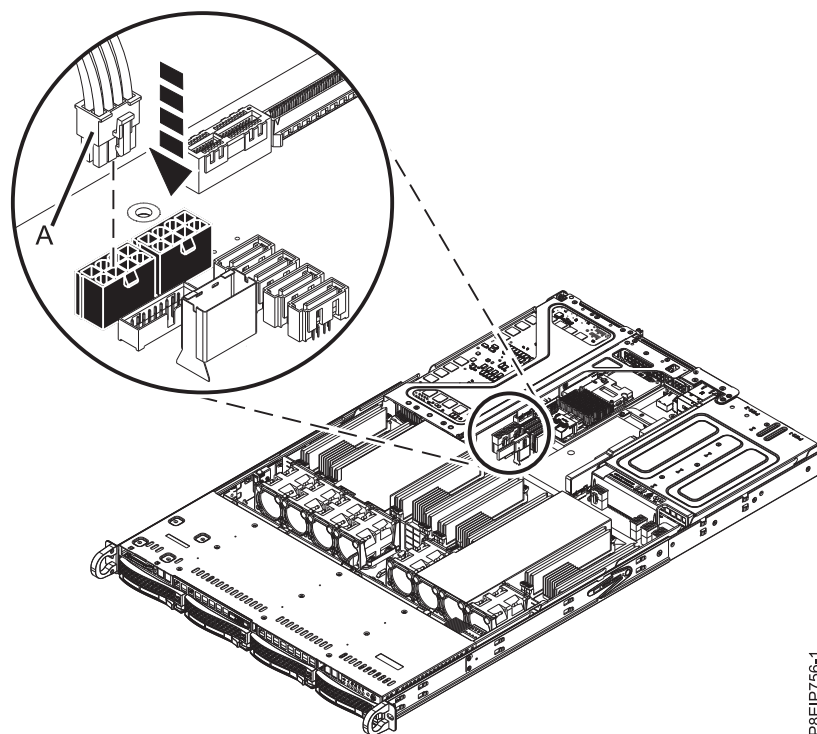

Figura 44. Conexión del cable de alimentación de GPU
- c. Si la tarjeta de expansión contiene una GPU, vuelva a colocar el cable de alimentación (A) en la placa posterior del sistema, como se muestra en la Figura 44.